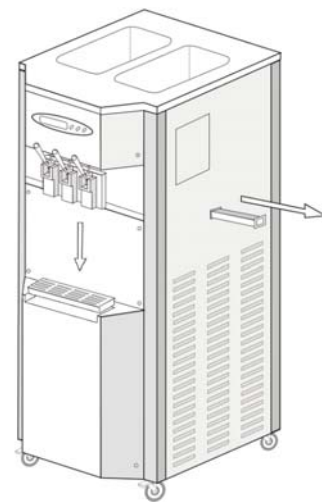

Figura 32
- Verifique o lado direito do aparelho ligado à caixa de água, o método consiste em retirar a fora, ver caixa se o material contaminado, se o material contaminado, limpe, se materiais como o vazamento de mais, por favor, verifique o anel de papelão ondulado de desgaste, e depois de acordo com o replace em situa. (Figura 32).